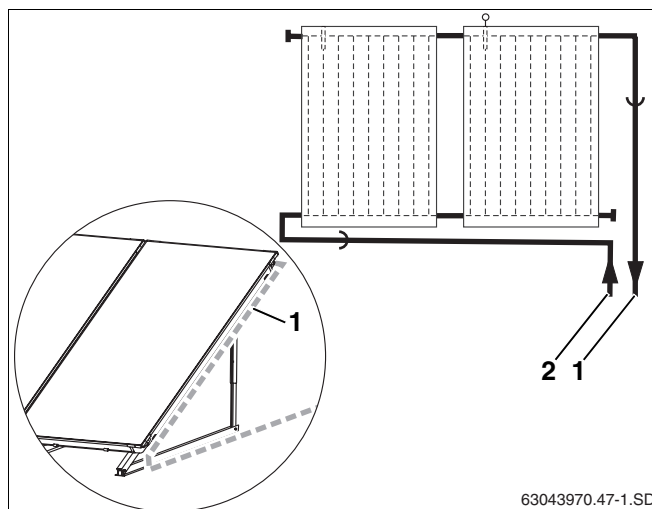

Fig. 55 Ligar os tubos colectores ao campo colector
- Passe a tubagem de impulsão do lado do edifício (fig. 55, **item 1**) ao longo do colector e não na vertical para baixo.